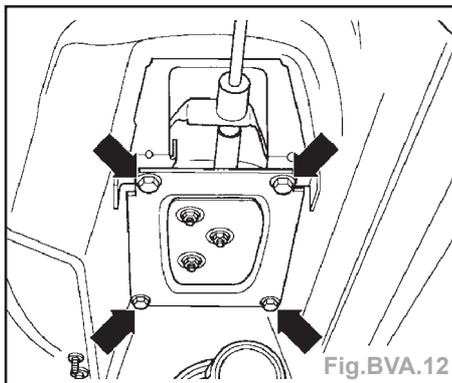

Fig. BVA.12
- Dévisser de la carrosserie la platine du levier sélecteur (flèches) (Fig. BVA.12).